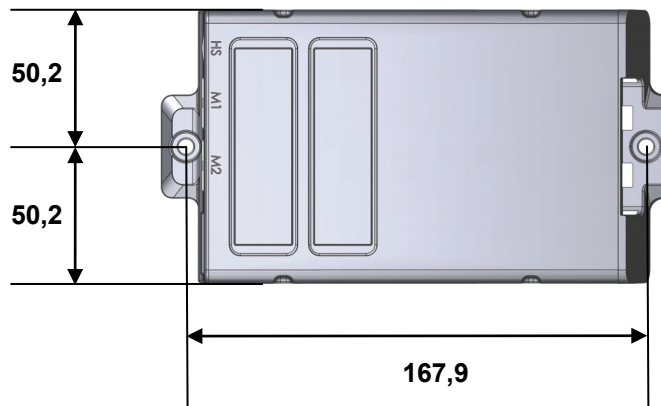
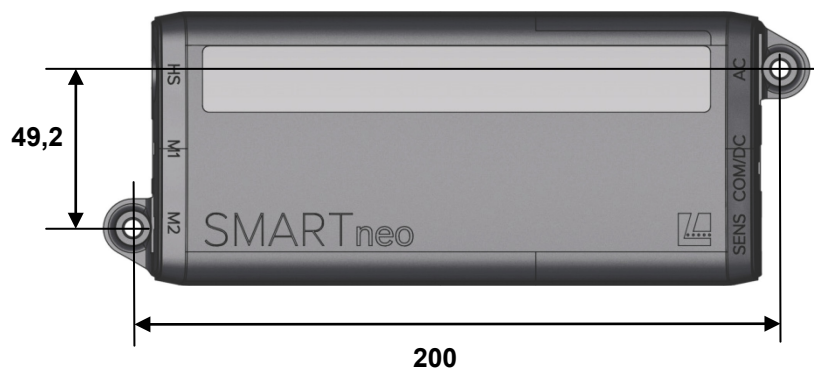
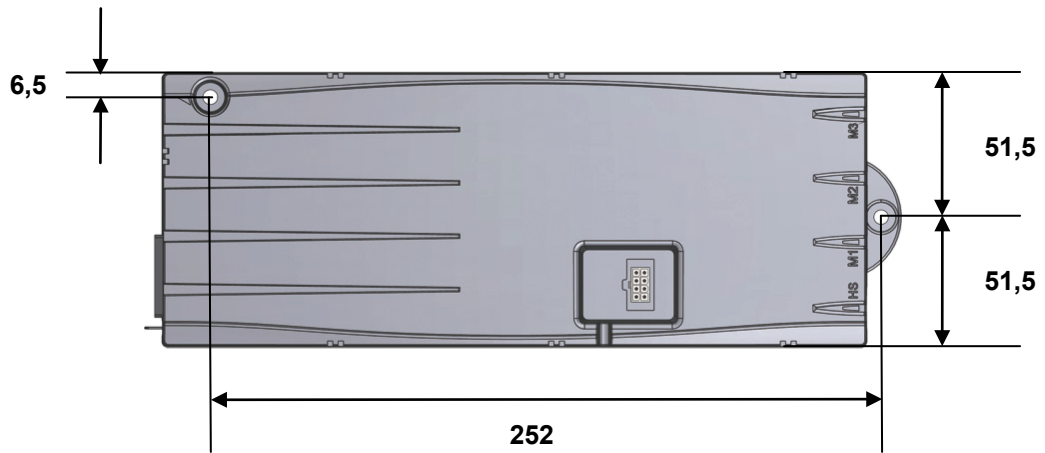

Abbildung 32 Montagemaße: Steuerung SMARTeco (Angaben in mm)
Abbildung 34 Montagemaße: Steuerung SMARTneo / SMARTneo-pro (Angaben in mm)
Abbildung 36 Montagemaße: Steuerung COMPACT (Angaben in mm)
- 1 Zeichnen Sie die Bohrlöcher an. Die Bohrmaße finden Sie in Abbildung 32 (Steuerung SMARTeco), Abbildung 34 (Steuerung SMARTneo / SMARTneo-pro) bzw. Abbildung 36 (Steuerung COMPACT).